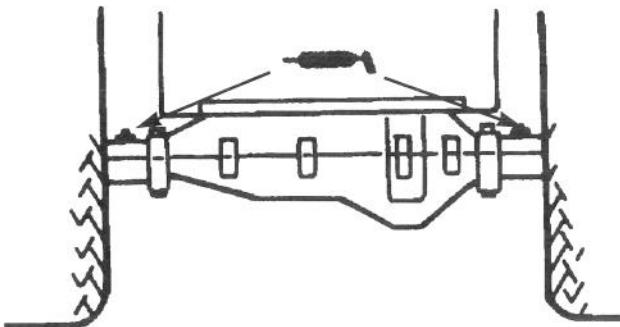

Figure 13
2. Appliquer 3 ou 4 injections de graisse à l'essieu arrière (Fig. 13).
arrière (Fig. 13).